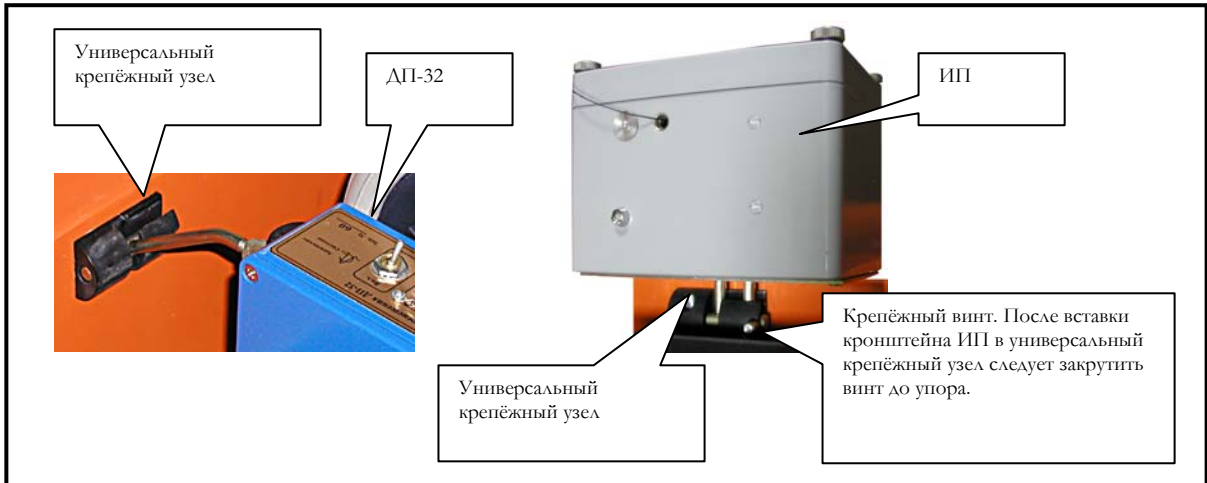

Рисунок 3.3.3. Крепление датчика перемещения и измерителя пути к антенным блокам АБ-150, АБ-250, АБ-400, АБ-700
4. Присоединить датчик перемещений или измеритель пути (в зависимости от комплектации). Универсальный узел для крепления ДП-32 и ИП располагается в задней торцевой части передающего блока (АБ-90, АБ-150, АБ-250) или в задней части монолыжи (АБ-400, АБ-700) (Рисунок 3.3.3). Антенные блоки АБ-1200 и АБ-1700 имеют встроенный датчик перемещения. С АБ-1000Р используется автомобильный датчик перемещения.